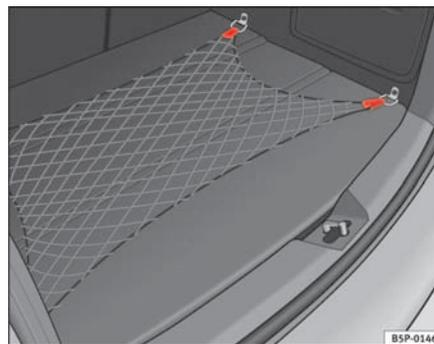

Fig. 105 Rete portaoggetti del vano bagagli ▶
- Utilizzare gli anelli di ancoraggio che si trovano nelle parti laterali del vano bagagli, per fissare la rete portaoggetti ⇒ pag. 141, fig. 105.